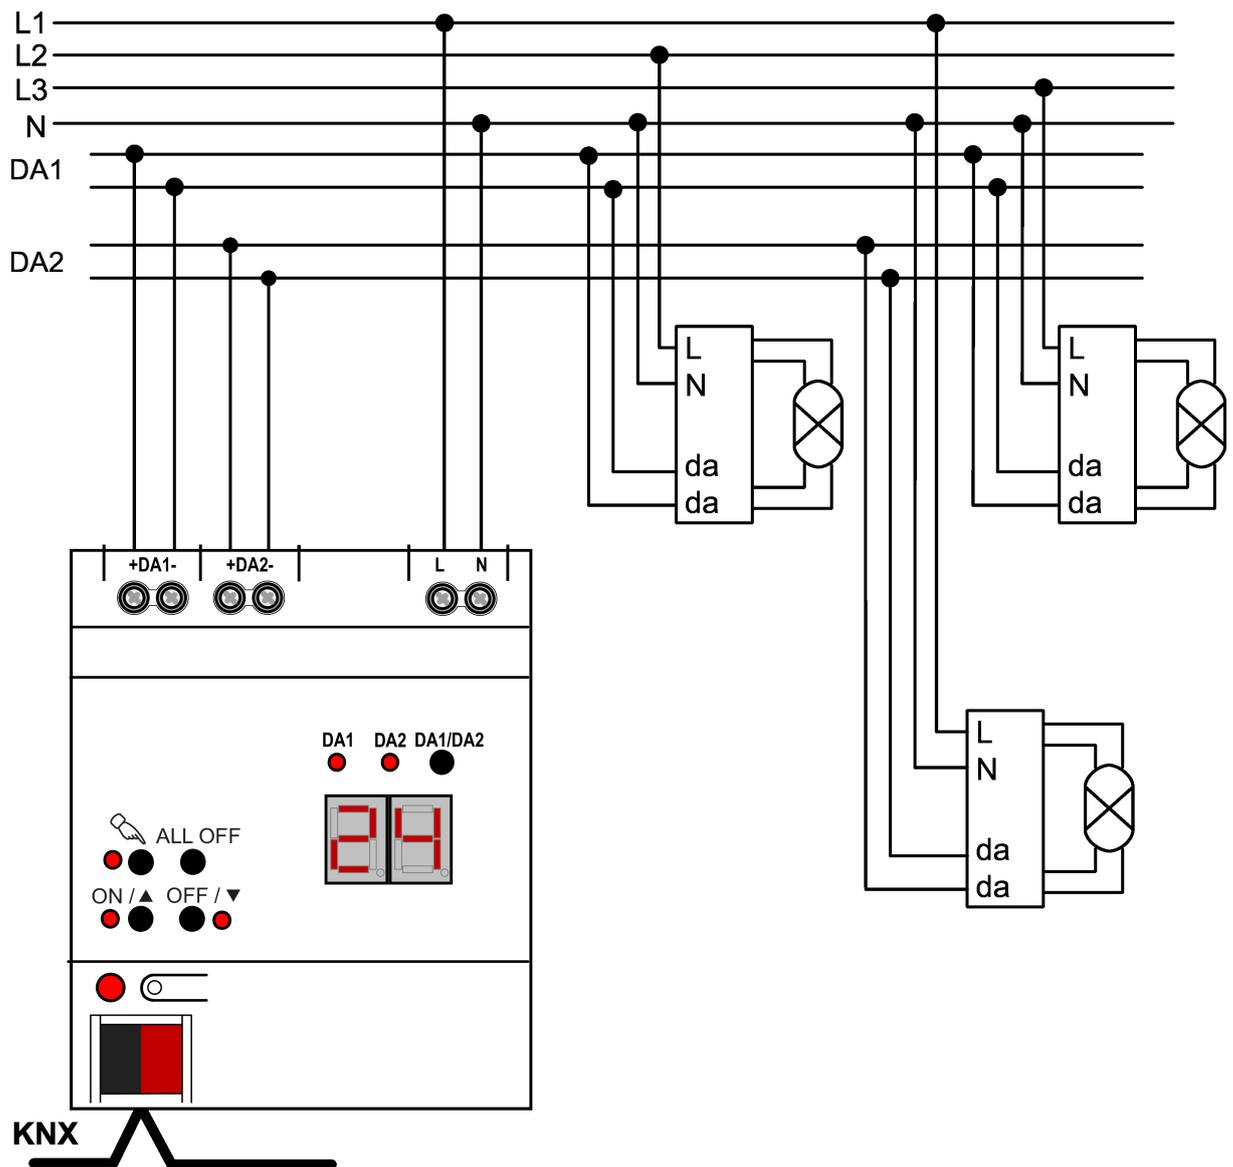

Bild 3: Anschlussbeispiel DALI Gateway 2fach
- Gerät gemäß Anschlussbeispiel anschließen (siehe Bild 3)